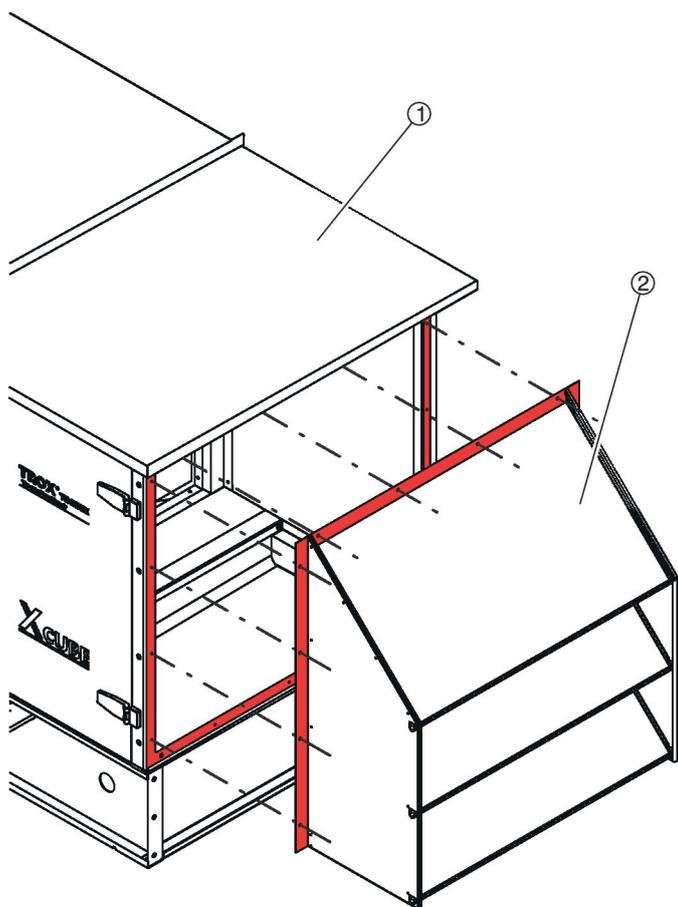

Abb. 19: Wetterschutzhaube positionieren
- Die Wetterschutzhaube (Abb. 19 /2) mit dem Lochbild deckend auf dem Gestellrahmen (Abb. 19 /1) positionieren.